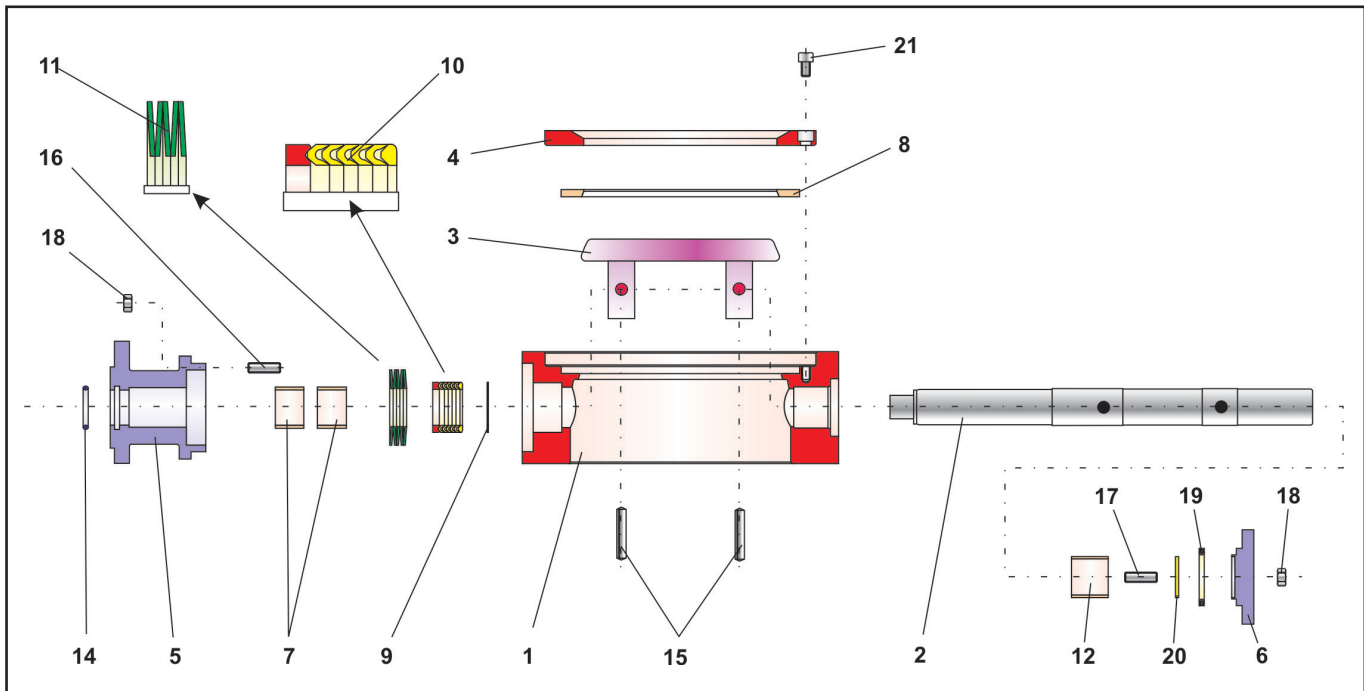

Bild 3 - Explosionszeichnung der Stellklappe BR 14a
**Hinweis:** Die in der Explosionszeichnung (Bild 3) dargestellte Lage und Anordnung der Einzelteile ist bei der Montage einzuhalten.
Die Druckscheibe ( 9 ) wird über das freie Wellenende an die entsprechende Stelle im Klappengehäuse ( 1 ) geschoben. Die PTFE - Dachmanschettenpackung ( 10 ) wird über die Welle in die Gehäusebohrung geschoben und mit einer Montagehülse ange-drückt. Die Anordnung der Dachmanschettenpackung ist der Explosionszeichnung ( Bild 3 ) zu entnehmen.
Der Tellerfedernsatz ( 11 ) wird über die Welle geschoben und an die entsprechende Stelle auf die Packung platziert. Auch die Anordnung der Tellerfedern sind der Explosionszeichnung ( Bild 3 ) zu entnehmen.